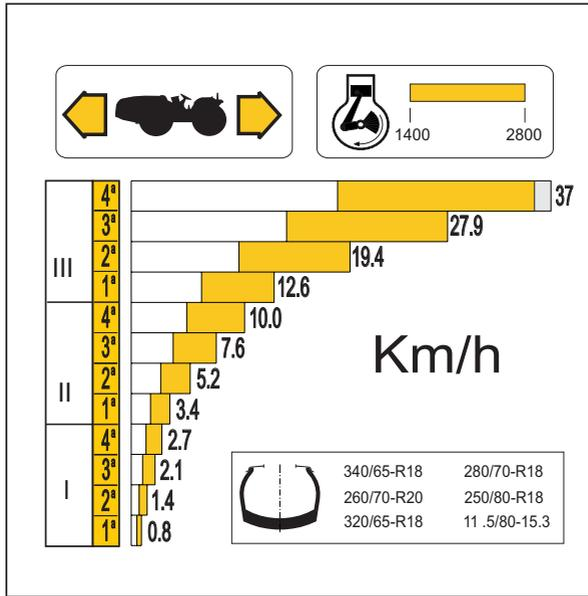
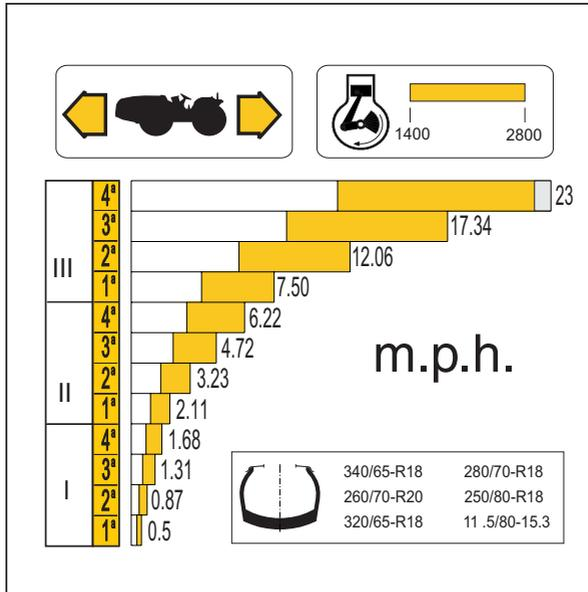

Fig. 5.21
Fig. 5.22
L'étiquette autocollante (123) située juste sous le volant sur le côté droit indique la progression parfaite des rapports sans aucune superposition des vitesses aussi bien en marche arrière qu'en marche avant, avec les pneumatiques et les tours/min indiqués (Fig.5.21 et Fig.5.22).